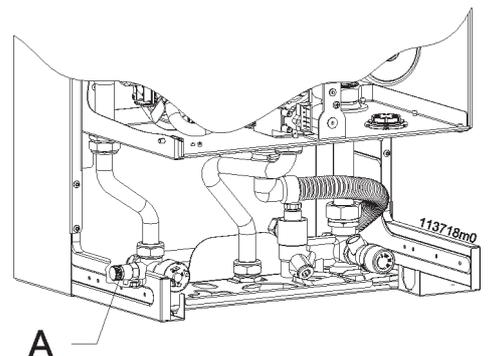

Figura 41 - Rubinetto di scarico circuito riscaldamento
- collegare al rubinetto di scarico "A" (vedi figura 41) un tubo flessibile di gomma e convogliarlo nello scarico di un lavello o simile;
- aprire il rubinetto di scarico "A" (vedi figura 41);
- Una volta evacuata tutta l'acqua richiudere gli sfiati degli elementi riscaldanti ed il rubinetto di scarico "A" (vedi figura 41);